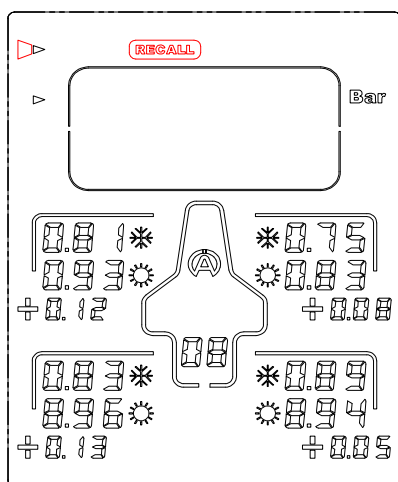

Figura 6
- 1) Com a ajuda dos botões  ,  ,  ,  ,  , seleccione o ícone **"RECALL"** (figura 6)